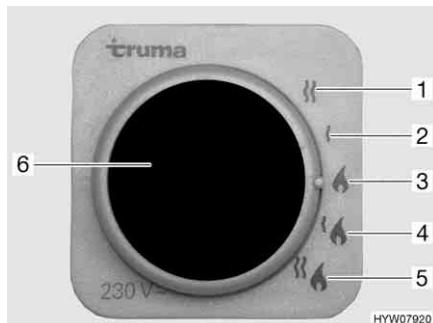

Fig. 130 Selettore di energia per riscaldamento/boiler
Il boiler è integrato nel riscaldamento e funziona a gas (funzionamento a gas) o a gas o a corrente (funzionamento a gas e funzionamento elettrico a 230 V). Il boiler si accende dalla centralina di controllo (Fig. 128) con l'interruttore girevole (Fig. 128,2). Sul selettore di energia (Fig. 130) viene preselezionato il tipo di energia (funzionamento a gas e elettrico a 230 V).
- Funzionamento a gas (Fig. 130,3)
- Funzionamento elettrico a 230 V con gradi di potenza da 900 W (Fig. 130,2) oppure 1800 W (Fig. 130,1)
- Funzionamento a gas e funzionamento elettrico a 230 V (funzionamento misto) con gradi di potenza da 900 W (Fig. 130,4) oppure 1800 W (Fig. 130,5)
Se viene selezionato il funzionamento elettrico a 230 V, la spia gialla di controllo si accende (Fig. 130,6).